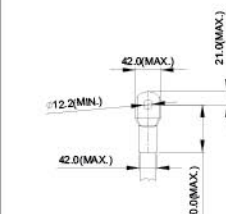

Рисунок 3
4. На рис. 3 и Рис. 4 дана спецификация термоусадочной трубки в соответствие с UL (600C, YDPU2).